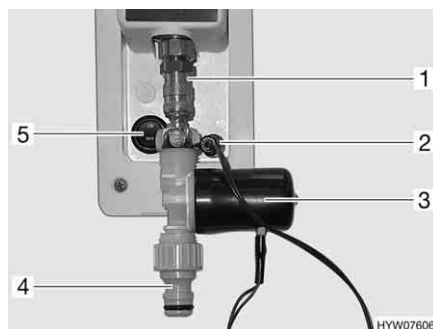

Fig. 164 Allacciamento acqua potabile
Inserire l'unità valvola sul gancio della chiusura rapida (Fig. 164,1) sul veicolo.
- Inserire un tubo flessibile per l'acqua con il gancio, sul gancio della chiusura rapida (Fig. 164,4).
- Inserire la spina (Fig. 164,2) per l'alimentazione elettrica della valvola di non ritorno (Fig. 164,3).
- Portare l'interruttore a bilico (Fig. 164,5) in posizione "OFF". La pompa dell'acqua nel veicolo non è in funzione.
- Portare l'interruttore a bilico (Fig. 164,5) in posizione "ON". La pompa dell'acqua nel veicolo è di nuovo in funzione.
- Estrarre la spina (Fig. 164,2) per l'alimentazione elettrica della valvola di non ritorno.
- Spingere verso l'alto l'anello di fissaggio sul gancio della chiusura rapida (Fig. 164,1), rimuovere l'unità valvola e depositarla in un ambiente protetto dal gelo.